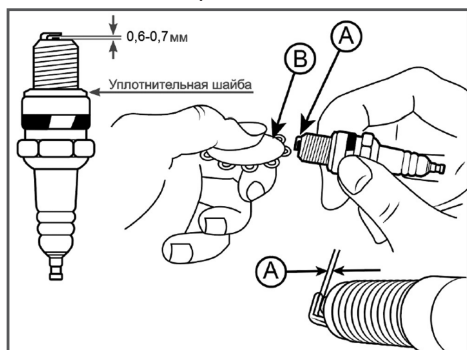

Рис. 14 Проверка зазора между электродами
4. Измерьте зазор между электродами свечи зажигания специальным щупом. Зазор должен быть 0,6-0,7 мм (Рис. 14). При увеличении или уменьшении требуемого зазора рекомендуется заменить свечу, так как регулировка зазора может привести к изменению качества искрообразования.